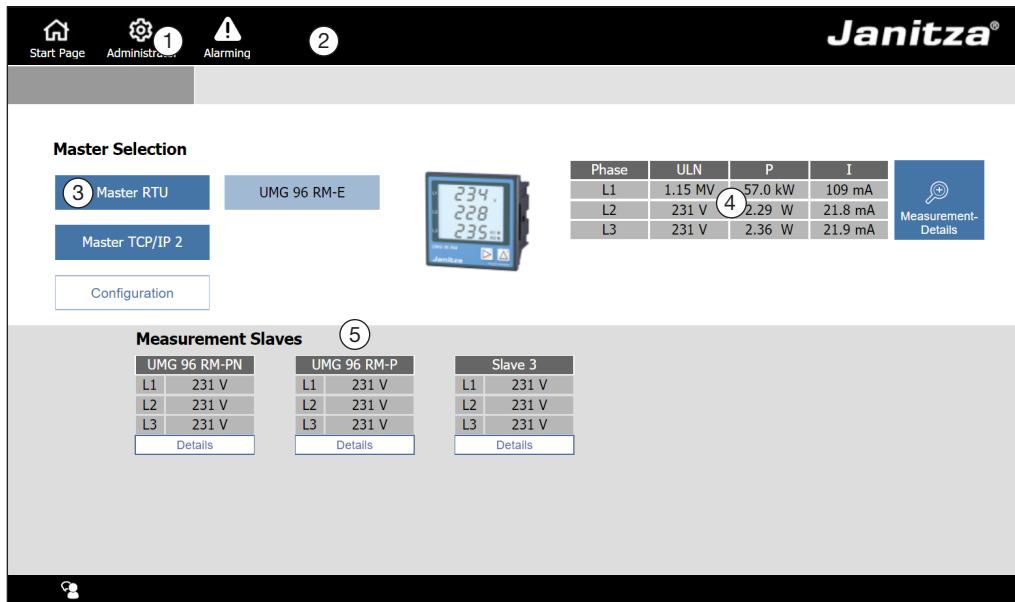

图09：开始页
在开始页（图 09）上，您可看到所有集成设备的概览，其构造如下：
通过 **Settings**（设置）（图 09 ①）和选项卡 **User Settings**（用户设置）可调取该登录窗口。